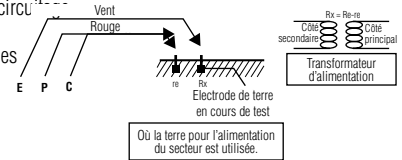

Figure 2
- (1) Cette méthode est conseillée quand la résistance de terre mesurée est supérieure à 10Ω ou quand il est impossible d'enfoncer des piquets de terre auxiliaires. Une valeur approximative de résistance de terre peut être obtenue par le système à deux fils illustré par la Fig. 2.